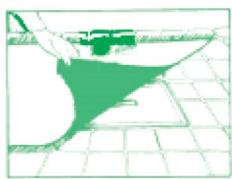

fig. 6
- Insertar en la ranura G la llave D, aplicando a ésta una ligera presión y haciendo girar simultáneamente el pomo externo A en el sentido de las manecillas del reloj hasta obtener su bloqueo, tal como se ilustra en fig. 6.